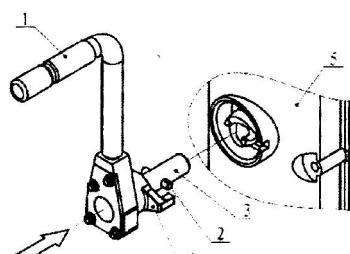

图2
- 逆时针转动拨套4，使拨套4上凸起的方销与齿轮室盖5上的方槽对齐（见图2）；